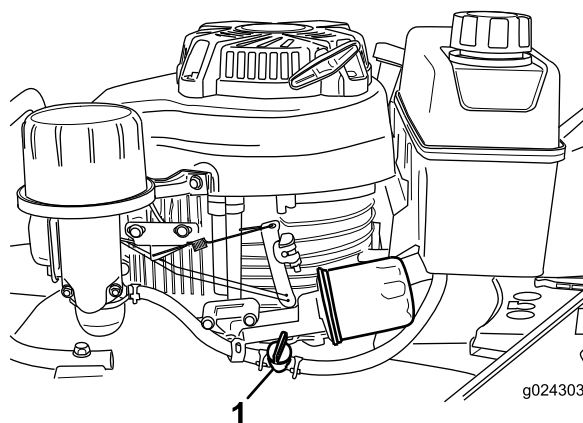

Figure 16
2. Ouvrez le robinet d'arrivée de carburant (Figure 16).